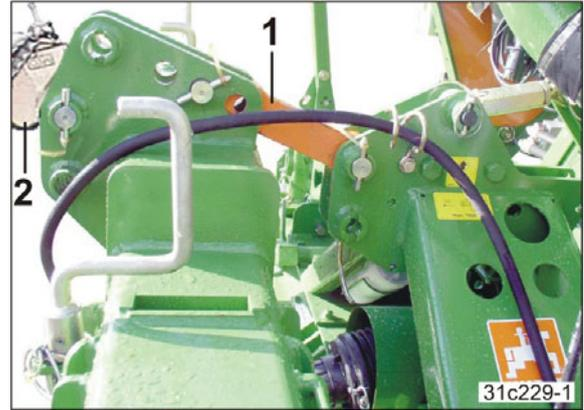

Fig. 24
10. Beide Maschinen mit dem Verbindungsstück (Fig. 24/1) abstecken.
12. Die Länge des Traktor-Oberlenkers (Fig. 24/2) so einstellen, dass der/die Kreiselgrubber/-egge in Arbeitsstellung etwa waagrecht steht.